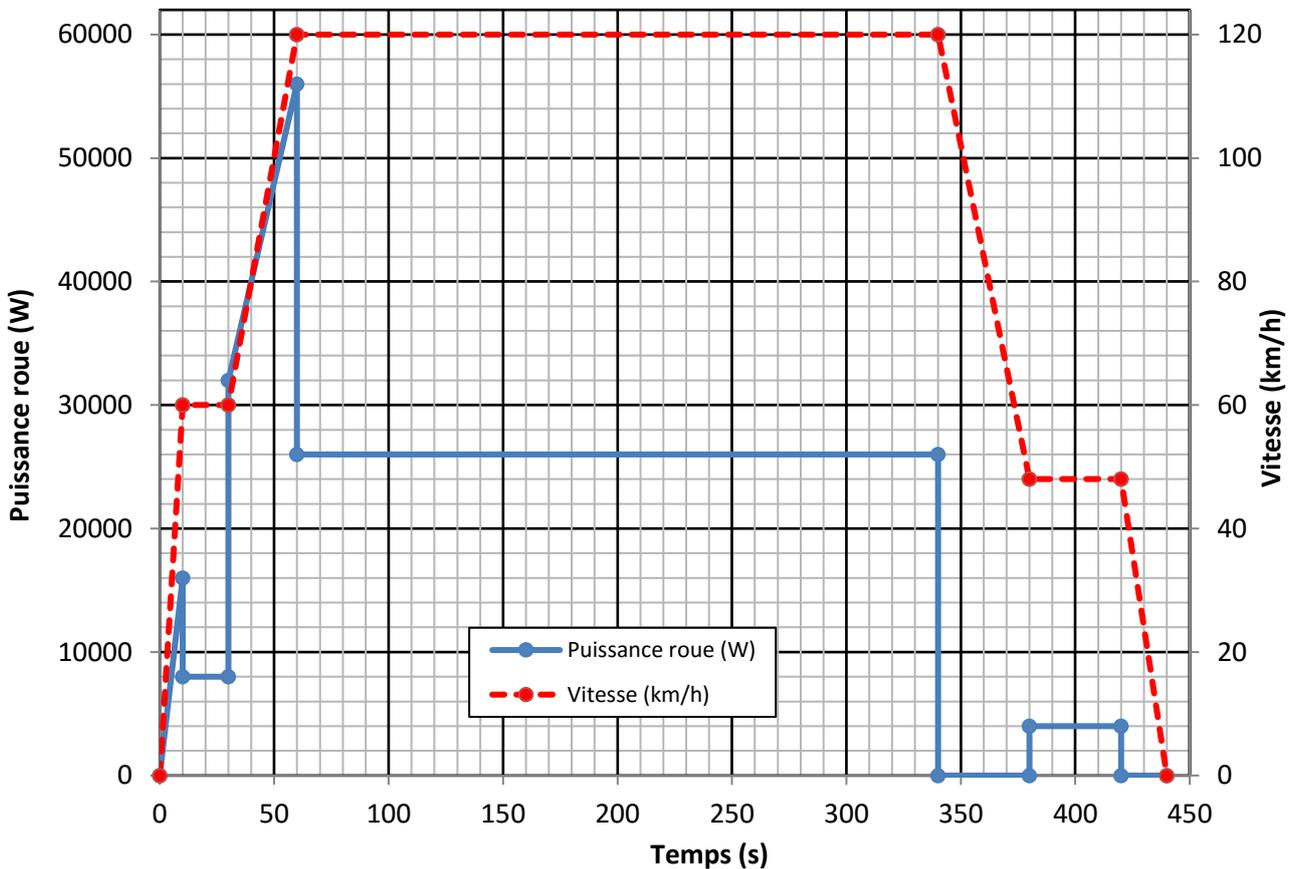

Figure 2 : puissance à la roue et vitesse du véhicule sur le cycle
- Le véhicule va effectuer plusieurs fois le cycle de vitesse et puissance représenté sur la Figure 2. Aucune énergie ne sera récupérée lors des phases de freinage.